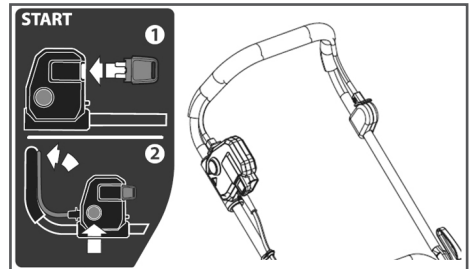

Рис. 10 Последовательность действий при включении газонокосилки
3. Вставить ключ безопасности (Рис. 10) в гнездо корпуса выключателя.
4. Нажать кнопку блокировки. Удерживая кнопку, нажмите рычаг выключателя, чтобы включить устройство (Рис. 10).